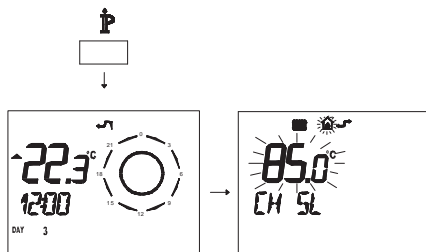

Figura 5.53
- Premere per più di 3 secondi il pulsante  per entrare in modalità **INFO** (Figura 5.53).